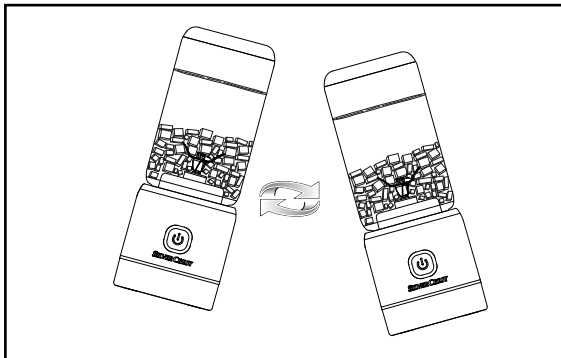

Abb. 1
- 4) Damit sich die Zutaten besser verteilen, können Sie das Gerät bewegen, während es die Lebensmittel zerkleinert. Halten Sie das Gerät hierzu in der Hand und führen Sie damit schwenkende Hin- und Her-Bewegungen aus (siehe Abb. 1). Achten Sie darauf, dass sich der Mixbecher ④ nicht vom Motorblock ⑨ löst.
- ① **Hinweis:** Wenn das Kreuzmesser ⑤ blockiert ist, leuchtet die Indikationsleuchte ⑧ abwechselnd 5 Mal rot und 5 Mal weiß. Lösen Sie die festsitzen- den Teile vorsichtig unter Verwendung z. B. einer Gabel und starten dann einen neuen Zyklus. Die Indikationsleuchte ⑧ leuchtet wieder weiß.
- 6) Wenn Sie den Zerkleinerungsvorgang vorzeitig abbrechen wollen, drücken Sie den Ein-/Aus-Druckschalter ⑦ 1 Mal. Das Gerät hört sofort auf zu arbeiten.
- 7) Wenn der Zerkleinerungsvorgang beendet ist, halten Sie das Gerät so, dass die Öffnung des Mixbechers ④ nach oben und das Kreuzmesser ⑤ am Motorblock ⑨ nach unten zeigt. Schrauben Sie den Motorblock ⑨ ab, indem Sie ihn gegen den Uhrzeigersinn drehen.
- 8) Den Mixbecher ④ können Sie auch als Trinkbecher verwenden. Zum Transport oder zur Lagerung im Kühlschrank verwenden Sie den mitgelieferten Deckel ①.
- ① **Hinweis:** Verzehren Sie das Getränk alsbald nach dem Zubereiten. Lagern Sie den frisch zubereiteten Smoothie nicht länger als 6 Stunden, da klein zerkleinerte Zutaten schnell verderben können.